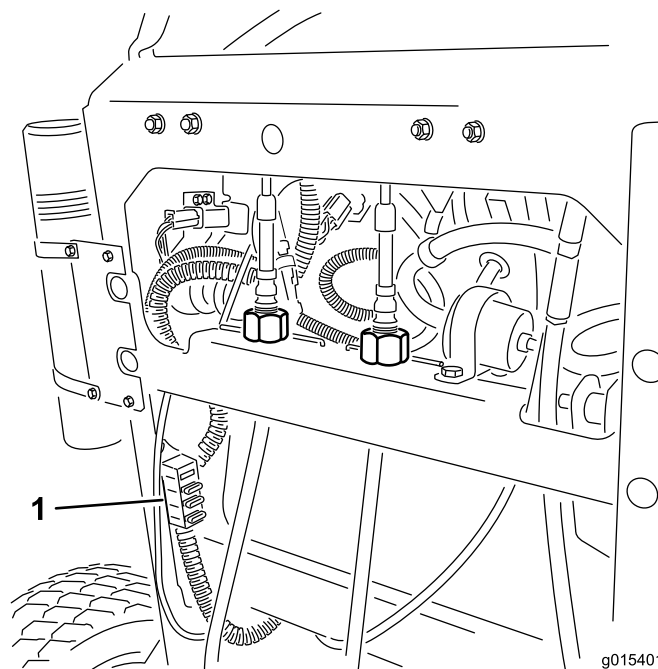

Figura 54
2. Tire hacia fuera del fusible para retirarlo o cambiarlo (Figura 54).
Nota: Asegúrese de que instale un fusible del tamaño correcto con el cable del color correcto, según se muestra en Figura 54.